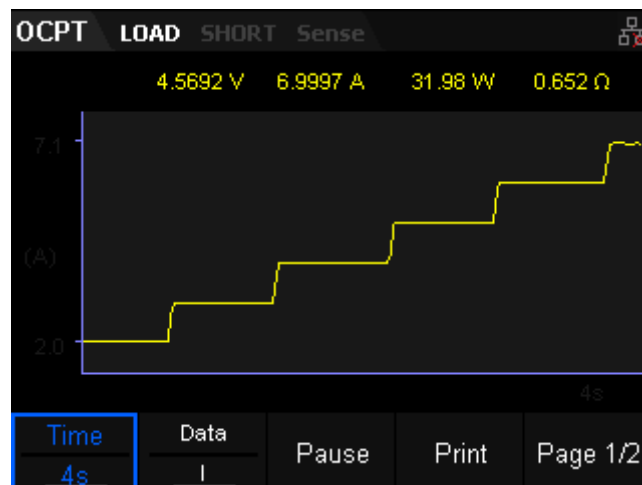

Abbildung 2-31: Wellenformanzeigeschnittstelle des OCPT
Drücken **Anzeige** Taste zum Aufrufen der Wellenformanzeigeoberfläche, wie abgebildet Abbildung 2-31. Der Senkenstrom sollte beim Betrachten der Stromdaten (I) einen stufenförmigen Anstieg im Kurvenverlauf aufweisen. Drücken Sie die **Anzeige** Schlüssel erneut Um die Wellenformanzeige zu verlassen und zur Hauptschnittstelle des OCPT-Testmodus zurückzukehren.